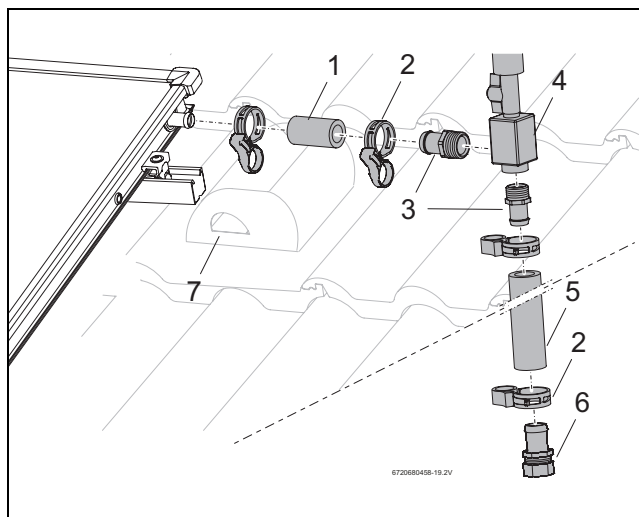

Fig. 52 Montaggio del disaeratore sopra tetto
- Inserire il tubo di gomma per solare (55 mm, fig. 52, [1]) sull'attacco di mandata del campo di collettori e fissarlo ermeticamente bene con la fascetta stringitubo.
- Avvitare il portagomma R $\frac{3}{4}$ con o-ring (fig. 52, [3]) nel separatore d'aria (fig. 52, [4]).
- Spingere il portagomma (fig. 52, [3]) nel tubo di gomma per solare (fig. 52, [1] e [5]) fino all'arresto e fissarlo con la fascetta stringitubo (fig. 52, [2]).
- Spingere il tubo di gomma per solare sul portagomma (fig. 52, [6]) con sistema di serraggio con anello fino all'arresto e fissarlo con la fascetta stringitubo.
- Far passare il tubo di gomma per solare insieme al cavo della sonda attraverso la tegola di ventilazione (fig. 52, [7]) e attraverso l'isolamento del tetto.
- Collegare la tubazione di mandata al portagomma con sistema di serraggio con anello (18 mm) (fig. 52, [6]).